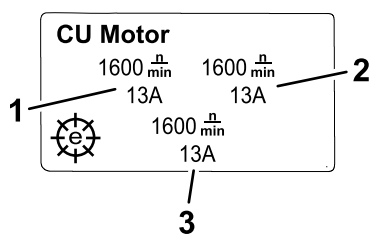

Figura 21
- **Ecran cu informații despre motorul unității de tăiere (CU) (Figura 21):** arată turaia și curentul de alimentare al fiecărui motor de tambur.